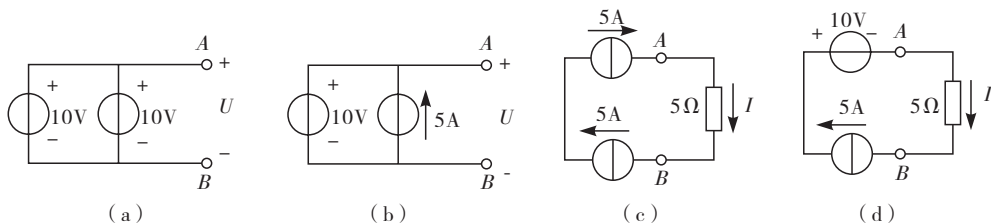

图 1-54 简答题 1 电路图
1. 图 1-54 所示各电路中的电压 U 或电流 I 是多少?